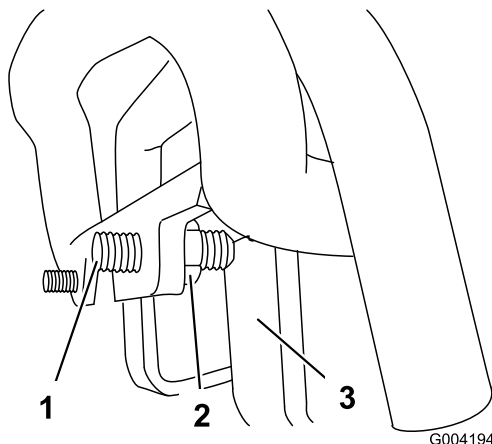

Figura 59
3. Se il trattore devia verso **sinistra**, allentare il controdado **destro** e regolare la vite di registro sulla parte anteriore del comando della trazione (Figura 59).
4. Se il trattore devia verso **destra**, allentare il controdado **sinistro** e regolare la vite di registro sulla parte anteriore del comando della trazione (Figura 59).